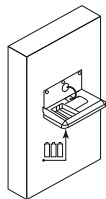

fig. 3/rys.3/Abb. 3/
10. Вставить в монитор 3 батарейки AAA (не входят в комплект), соблюдая правильную полярность (рис. 3)
10. Installer 3 piles AAA dans le moniteur (non fournies) en respectant la polarité (fig. 3).
Dessin 3/Рис. 3/obr. 3
10. Legen Sie 3 AAA-Batterien in den Monitor ein (nicht im Lieferumfang enthalten) und achten Sie dabei auf die richtige Polarität (Abb. 3).
10. Zainstaluj w monitorze 3 baterie typu AAA (brak w zestawie) pamiętając o prawidłowej polaryzacji (rys. 3)